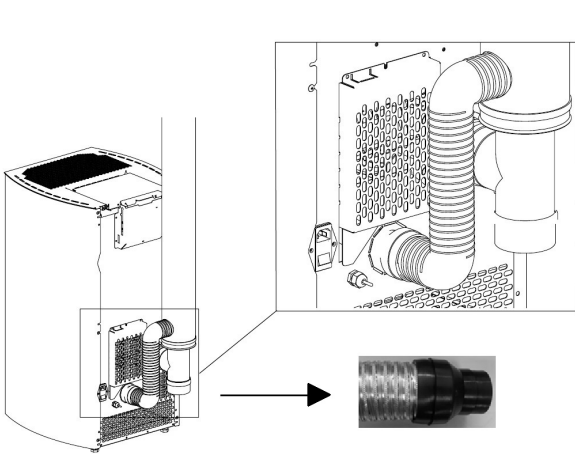
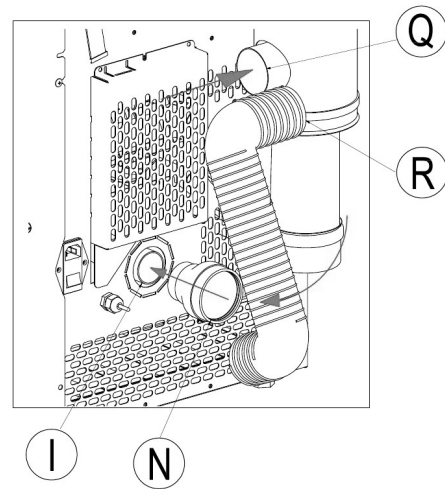

Fig. 15 - Tuyau flexible
Fig. 16 - Branchements
- En ce qui concerne les BRANCHEMENTS, voir **Fig. 15** et **Fig. 16** à la page suivante.
*ATTENTION AU VENT DOMINANT ! Le tirage « naturel » de votre conduit de fumée qui a été consolidé/confirmé par le ramoneur reste sujet aux variations climatiques, comme par exemple Fig. 15 le vent (dominant) qui ajoute ou enlève du tirage au conduit. Par conséquent, ces variations peuvent causer des alarmes de dépression de la part du logiciel du poêle (voir le chapitre dédié aux alarmes).
LÉGENDE	Fig. 15 - Fig. 16